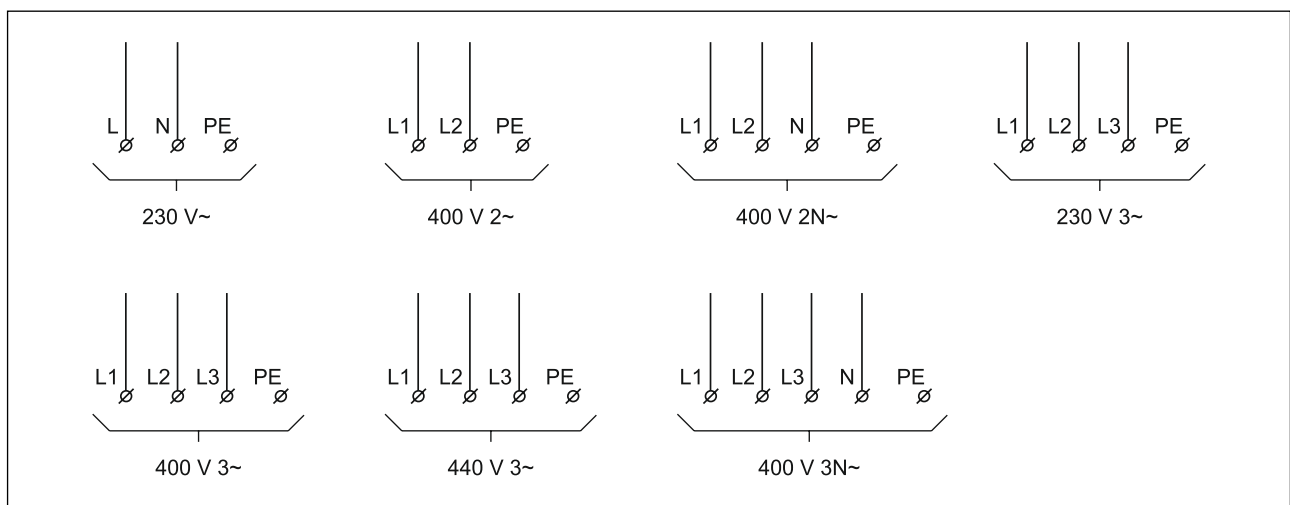

fig. 13
La figure 13 montre le raccordement de l'alimentation électrique au réchauffeur. Le réchauffeur doit être raccordé conformément aux données nominales indiquées sur la plaque signalétique. Le conducteur de protection (PE) doit toujours être raccordé. Le raccordement de l'alimentation électrique doit être conforme aux prescriptions en vigueur.